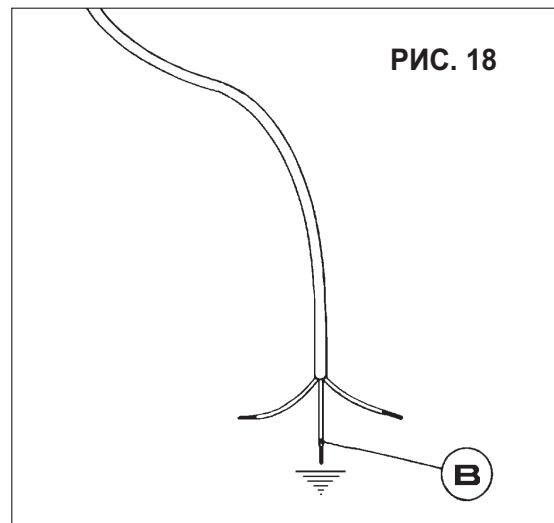

РИС. 18
В случае замены подводящего кабеля провод заземления следует (B) оставлять длиннее проводов фазы (см. рис. 18), кроме того следует соблюдать правила, приведенные в разделе 8.